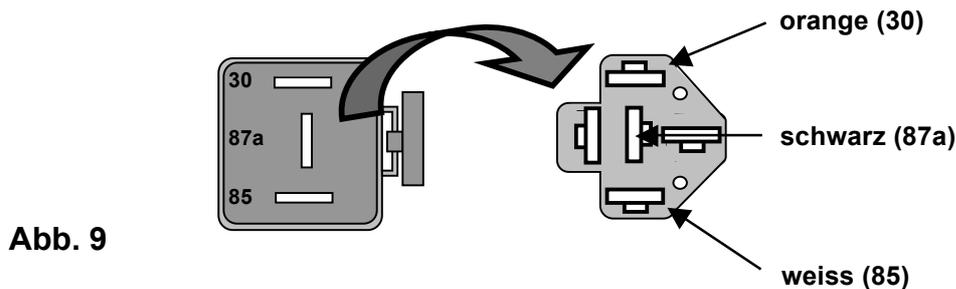

Abb. 9
- Beiliegendes Abschaltrelais für Nebelschlusslicht **gemäss Abb. 9** auf den Relaissockel des Leitungssatzes stecken und an geeigneter Stelle hinter der linken Kofferraum-Seitenverkleidung mit vormontierter Blechklammer oder mit beiliegenden Kabelbindern befestigen. **ACHTUNG: Verpolungsgefahr!!**